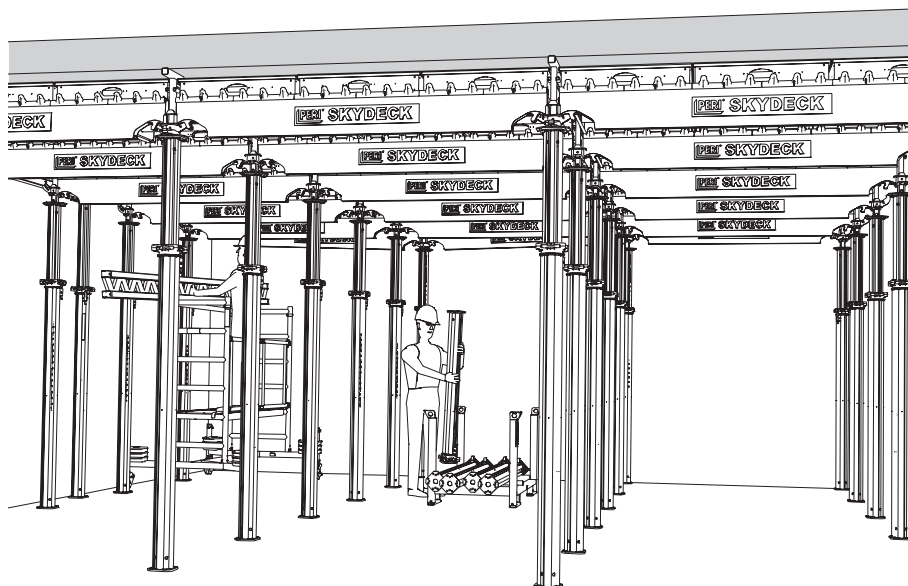

Fig. A12.02
- Smontare i componenti complementari, quali travetti, orditure di adattamento, appoggi frontali e teste combi, e accatastarli nelle barelle. (Fig. A12.02)